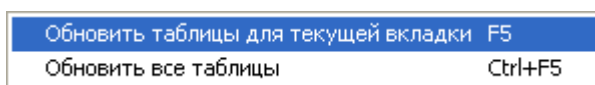

Рисунок 6-8 Выбор в контекстном меню действия «Обновить таблицы для текущей вкладки»
- «Обновить таблицы для текущей вкладки» (см. Рисунок 6-8),